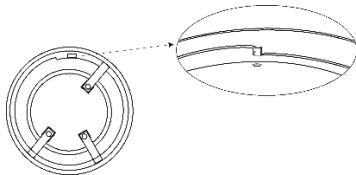

Fig 3.
Le socle diffuseur sonore peut être verrouillé sur le socle en retirant la languette en plastique qui se trouve sur le dessous (voir fig. 3). Dans ce cas, le socle diffuseur sonore ne peut être retiré qu'en utilisant un outil spécial (TSC-SRT) commercialisé par Hochiki Europe (UK) Ltd.